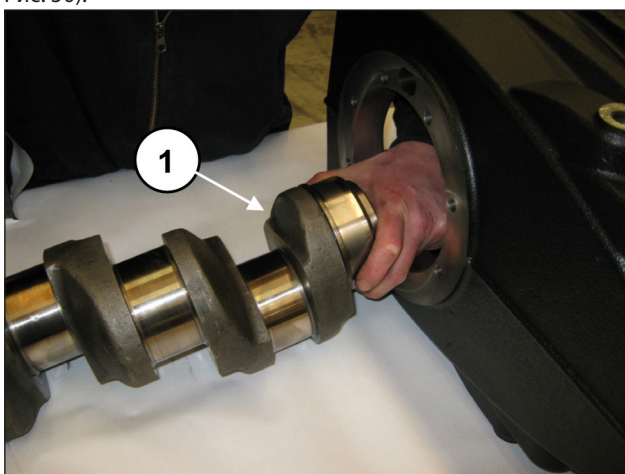
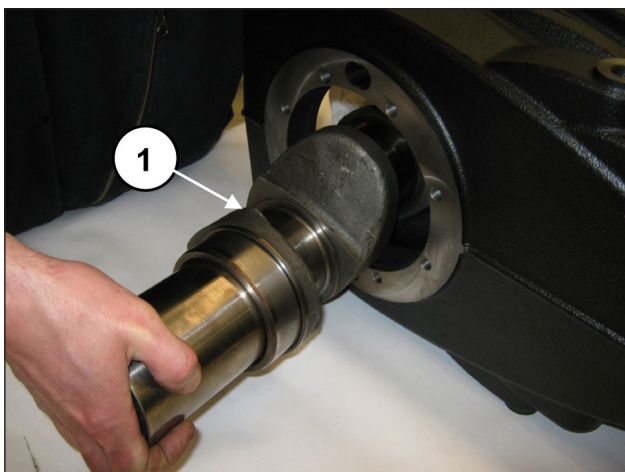

Рис. 49
Рис. 50
Вставьте вал со стороны ВОМ, стараясь не задеть ранее установленные стержни шатунов (поз. ①, Рис. 49) и (поз. ①, Рис. 50).